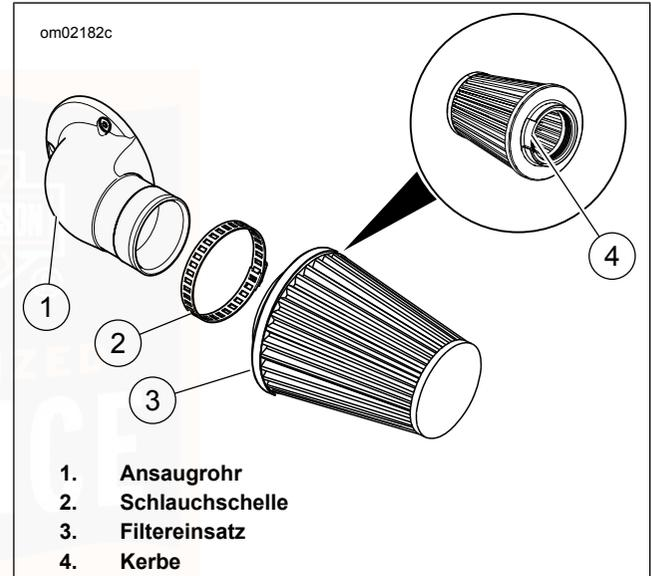

Abbildung 60. Luftfilter: FXDLS
1. Siehe Abbildung 60. Die Schlauchschelle in der Schellenabdeckung lösen.